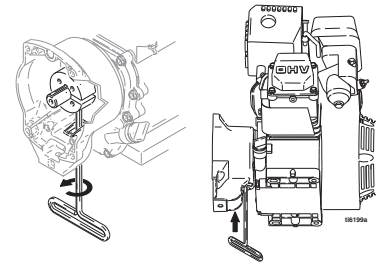

FIG. 9
3. FIG. 9. Incline el motor hacia un lado de forma que el depósito de gasolina esté hacia abajo y el depurador de aire hacia arriba.